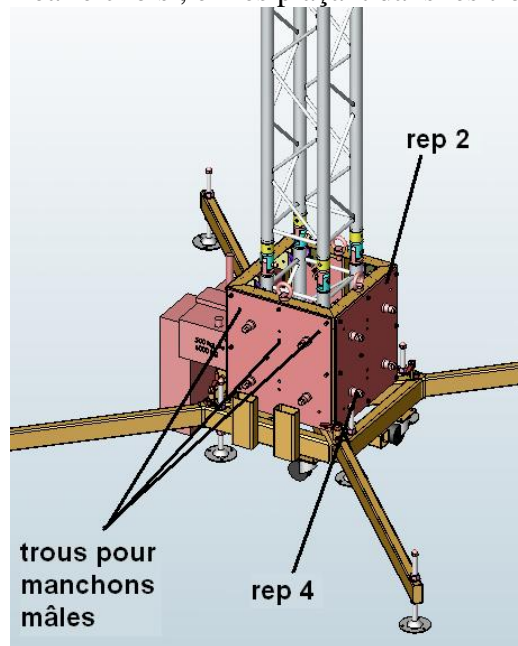

fig.1
- a) Changer la disposition des manchons mâles (rep 4) des chariots élévateurs (rep 2) en fonction du linéaire choisi, en les plaçant dans les trous prévus à cet effet (fig.1)